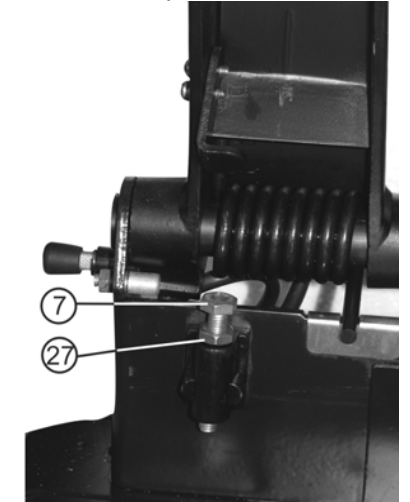

Рис. 7
11.8. При установке определённой (фиксированной) глубины резания или замене отрезного диска (14) установите и контргайкой (27) закрепите регулировочный болт (7), Рис. 7, в необходимом положении так, чтобы при полностью опущенной ручке (11) отрезной диск (14) не касался рабочего стола (1).